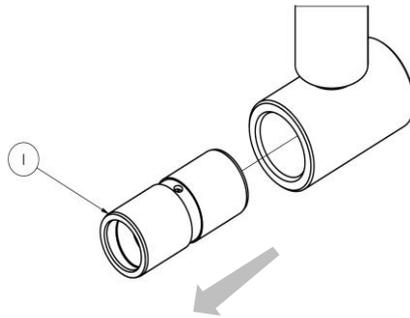

Figura 6
2. Dopo avere estratto i cilindri, tramite l'utilizzo di un martello gommato, estrarre le bronzine "1" vedi Figura 6.